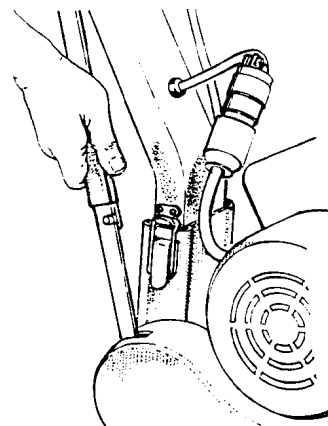

Рисунок 6
2. Установите рукоятку и закройте задвижки. См. рис. 6.